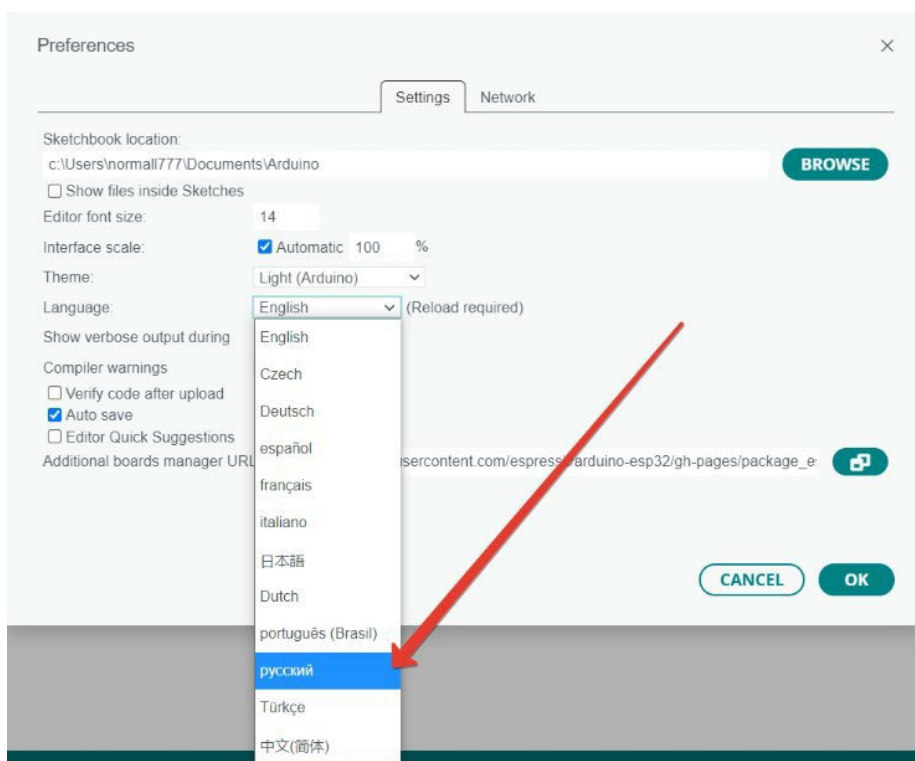

Рисунок 3. Переключение языка
3. После завершения установки запустите Arduino IDE. Для переключения интерфейса на русский язык откройте меню File → Preferences... (рис. 3). На вкладке Settings в раскрывающемся списке Language выберите русский и нажмите ОК. Среда будет перезапущена, и все пункты меню станут отображаться на русском языке.